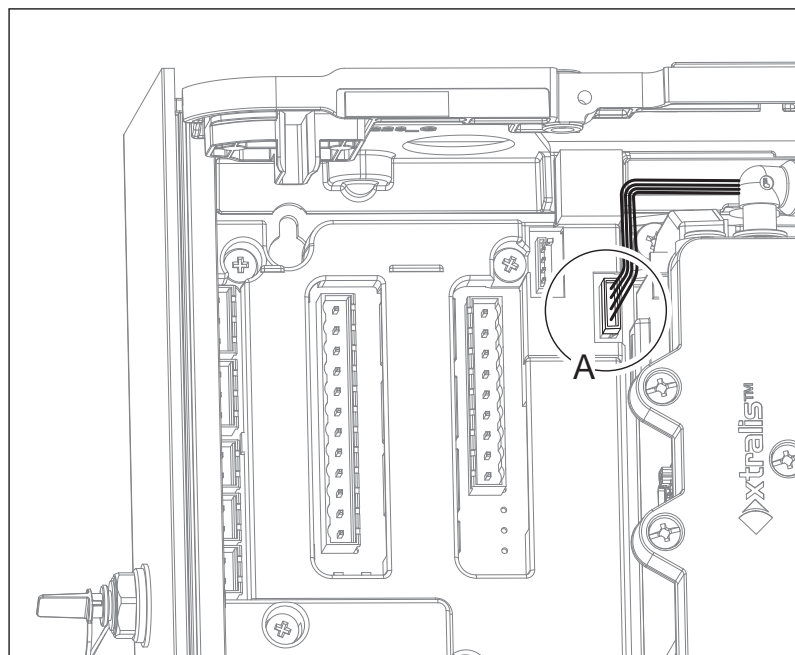

Рис. 7-29: Отсоединение кабеля дымового датчика
7. Отсоедините кабель дымового датчика (A) (Рис. 7-29).